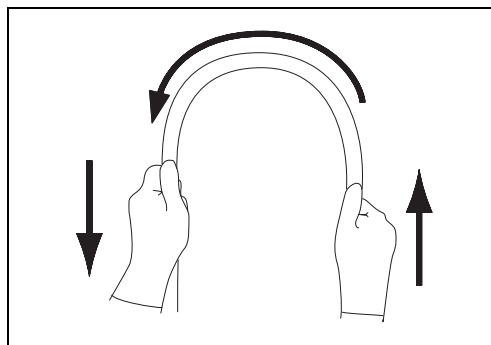

Рисунок 3.4
- 5** Двумя руками сверните вводимую трубку эндоскопа в полукольцо. Затем передвигая руки в направлении, указанном стрелками на Рис. 3.4, убедитесь в том, что вводимая трубка по всей длине легко сгибается в полукольцо и что вводимая трубка пластична.